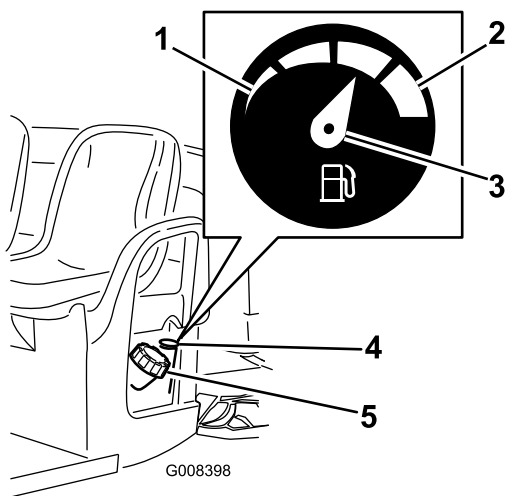

Рисунок 18
2. Очистите поверхность вокруг крышки топливного бака (Рисунок 18).